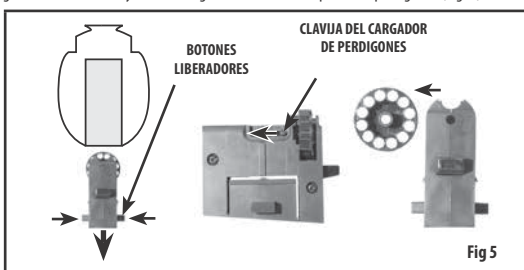

Fig 5
- Deslice la clavija del cargador de perdigones hacia adelante y retire el cargador del lado del depósito de perdigones. (Fig. 5)